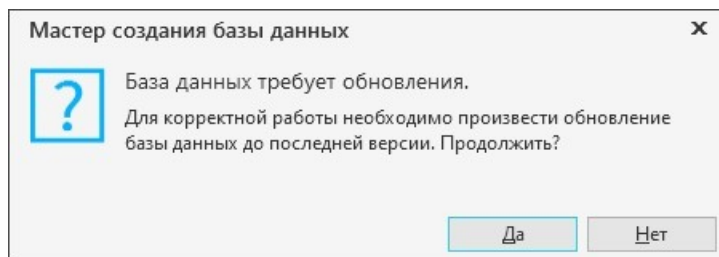

Рис. 3.23
- ◆ Если была выбрана существующая база данных актуальной версии, откроется окно с соответствующей информацией (рис. 3.23, а). Нажмите кнопку **ОК**.
- ◆ Если была выбрана база предыдущей версии (для Хранилища профилей или системы Нормирование материалов), откроется окно с предложением обновления базы до актуальной версии (рис. 3.23, б). Нажмите кнопку **Да**.